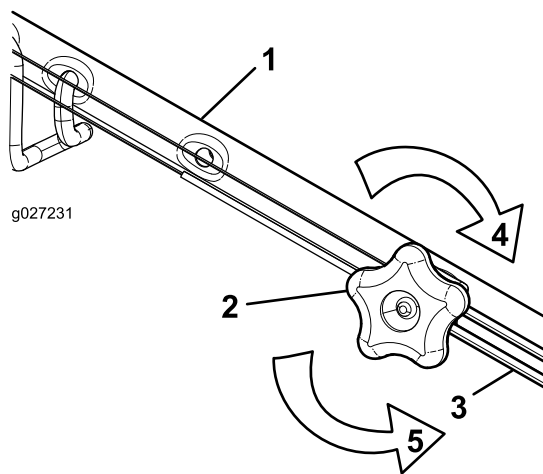

図 36
2. ケーブル 図 36を押し引きして適当な位置に調整できたら、その位置に保持する。
1. 調整ねじを左に回してケーブルの調整をゆるめる 図 36。